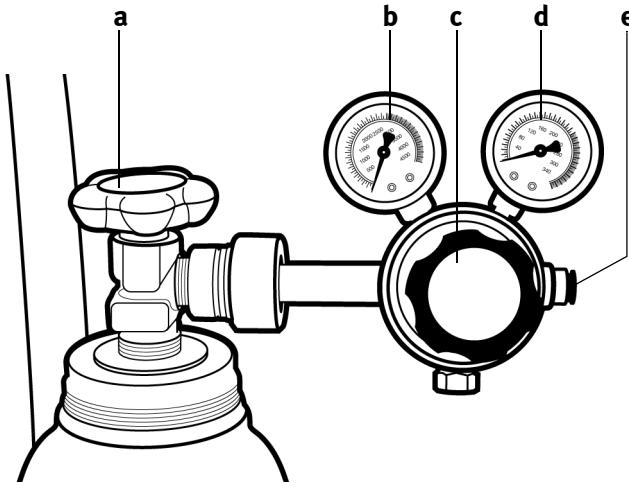

Abb. 2-12 Gasflaschenarmatur
- Öffnen Sie den Druckminderer **c** (Abb. 2-12) langsam und stellen Sie auf dem Manometer **d** einen Sekundärdruck von 3 bar ein.